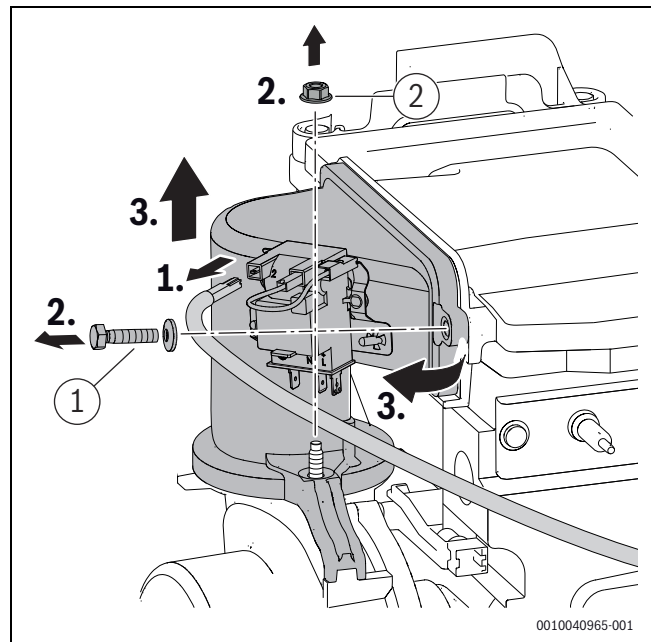

Bild 65 Mischeinrichtung ausbauen
- ▶ Schraube und Mutter ([1] und [2], Bild 65) an der Mischeinrichtung mit 5,5+0,5 Nm festziehen.